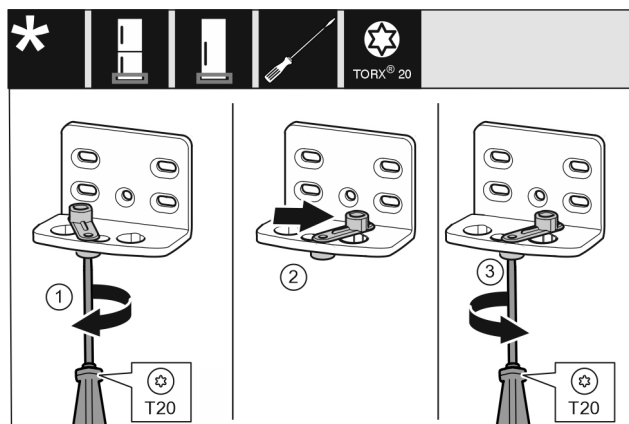

Fig. 13
- ▶ Aflojar el tornillo con el destornillador T20. Fig. 13 (1)
- ▶ Levantar el dispositivo auxiliar de cierre y girarlo 90° hacia la derecha en el orificio. Fig. 13 (2)
- ▶ Apretar el tornillo con el destornillador T20. Fig. 13 (3)